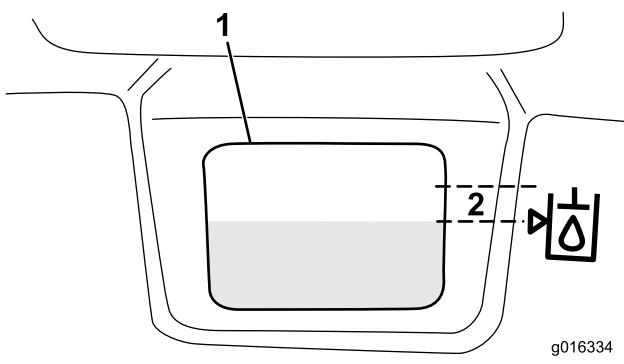

Bild 31
3. Füllen Sie den Behälter langsam mit der entsprechenden Hydraulikölsorte, bis der Ölstand beim Pfeil (oder in einem Bereich von 6 mm vom Pfeil) im Symbol neben dem weißen Schauglas vorne am Behälter liegt (Bild 31). Füllen Sie nicht zu viel ein.